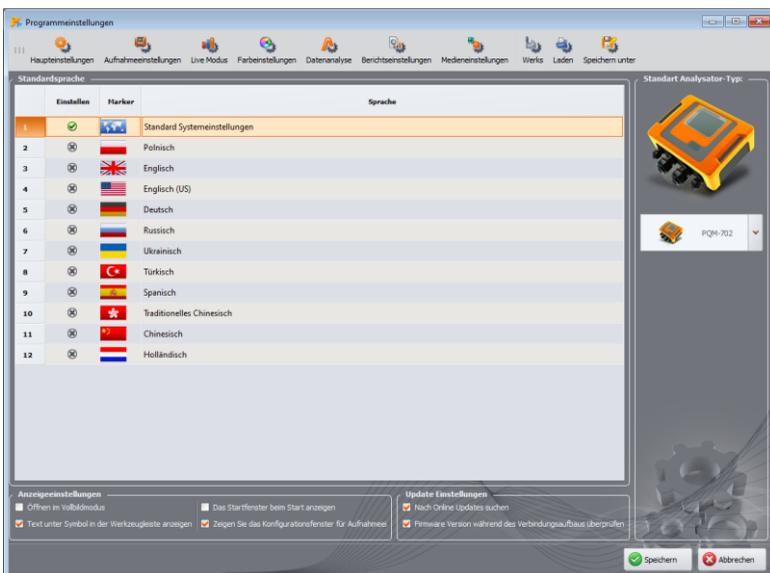

Abb. 79. Programmkonfiguration – Haupteinstellungen.
- **STANDARDSPRACHE** – ermöglicht es Ihnen, die Standardsprache der Anwendung auszuwählen (Abb. 79).